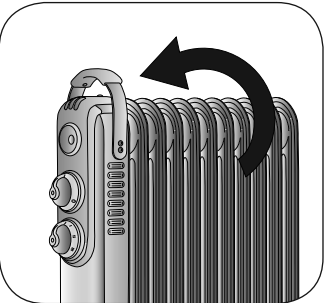

Fig. 2
- 4 Capovolgere il radiatore su un panno o altra superficie morbida per evitare di danneggiare la vernice (Fig. 2).